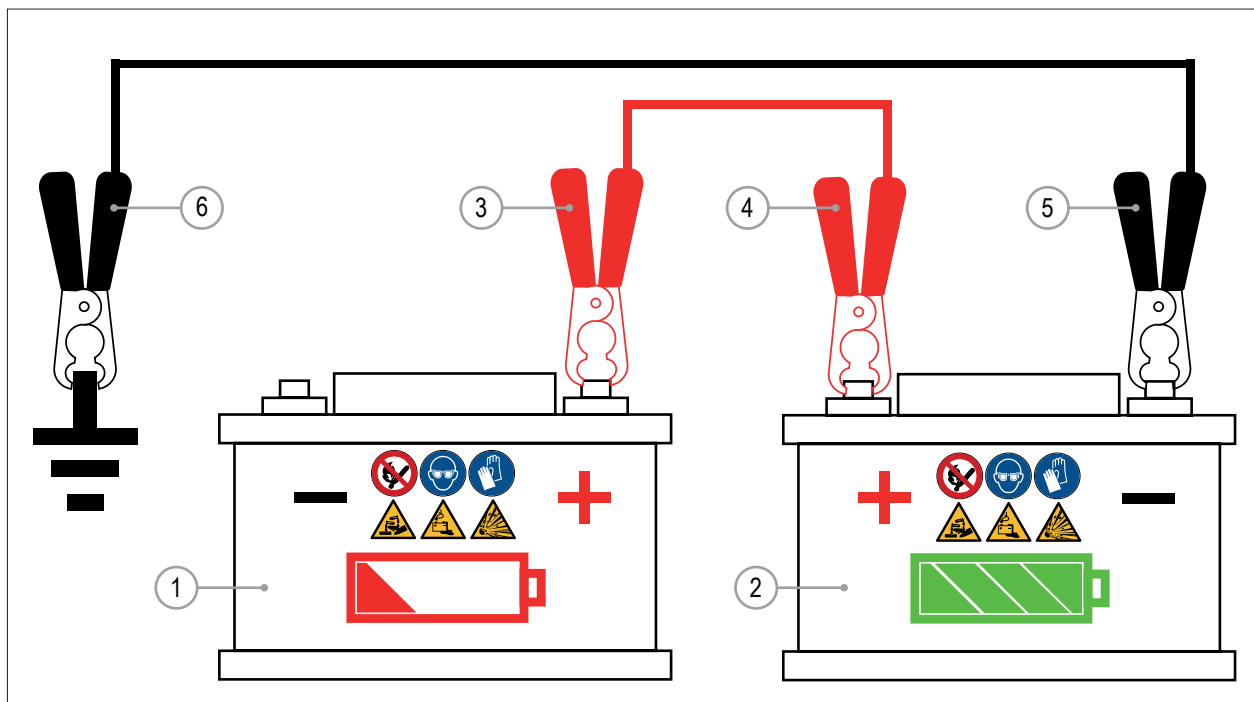

РИС. 42
Если аккумуляторная батарея машины (РИС. 42 - Сс. 1) неисправна, двигатель можно запустить с помощью вспомогательного аккумулятора и комплекта кабелей (см. РИС. 42).
- 3) Подсоедините положительный (+) кабель вспомогательного аккумулятора к положительной (+) клемме аккумулятора машины (РИС. 42 - Сс. 3). Возможно подключение к положительной клемме стартера (РИС. 48 - Сс. 4).
- 4) Подключите другой конец положительного (+) вспомогательного кабеля к положительному (+) полюсу вспомогательной аккумуляторной батареи (РИС. 42 - Сс. 4).
- 5) Подсоедините отрицательный (-) кабель вспомогательного аккумулятора к отрицательному (-) полюсу вспомогательного аккумулятора (РИС. 42 - Сс. 5).
- 6) Подсоедините другой конец отрицательного (-) вспомогательного кабеля к металлической части рамы машины или двигателя в отдалении от аккумулятора машины (РИС. 42 - Сс. 6).